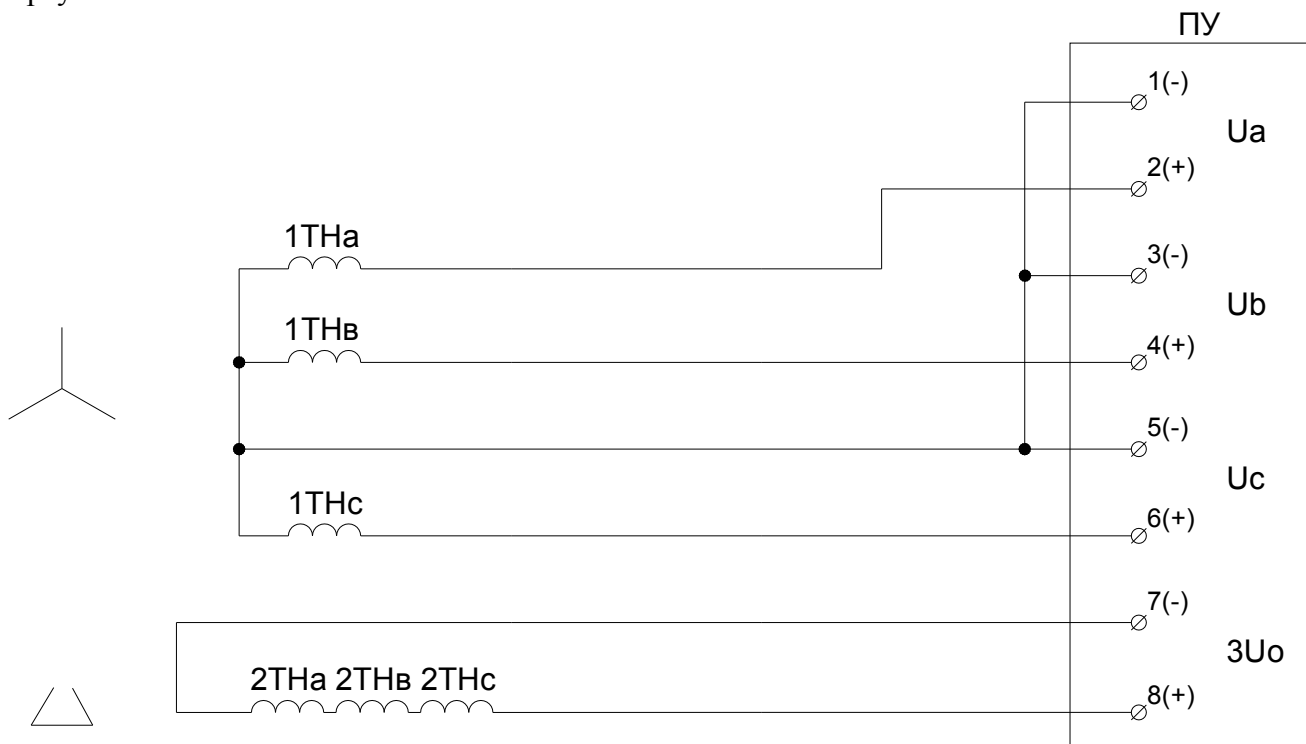

Рисунок 21 Схема подключение цепей напряжения переменного тока, вариант 1
5.4.4.9 Входы аналоговых сигналов для измерения напряжения переменного тока подключить в соответствии со схемой рисунок 21 или 22, в зависимости от схемы подключения звезда или треугольник